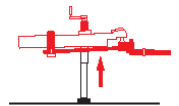

Figure 33
4. Étirez le vérin de la remorque pour soulever le poids des barres de torsion. (Figure 33)